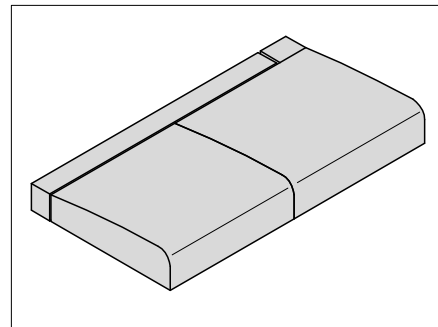
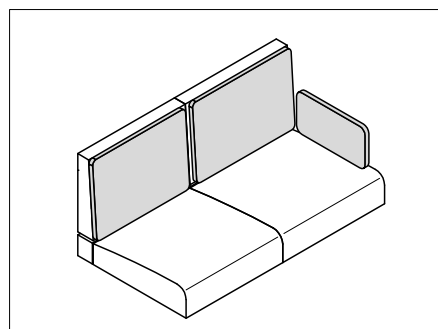

Fig. 215 Posizionamento dei sedili
Fig. 217 Cuscini per gli schienali
- Applicare i cuscini del divano, dello schienale e aggiuntivi come illustrato in Fig. 215 - Fig. 217.